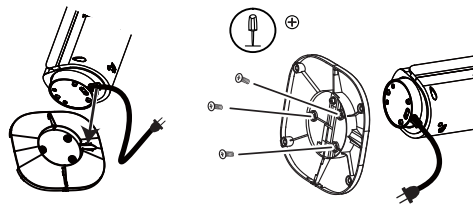

Figura 4
4. Alinee el cable de alimentación con la ranura de la parte superior de la base. (Figura 4)